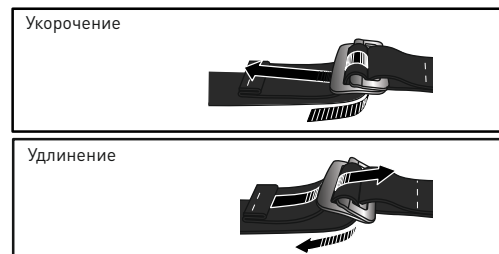

рис.10
**РЕГУЛИРОВКА ДЛИНЫ ЛЯМОК (рис. 10)**
При работе в системах канатного доступа необходимо присоединяться к D-образному кольцу на передней части пояса (рис. 10).